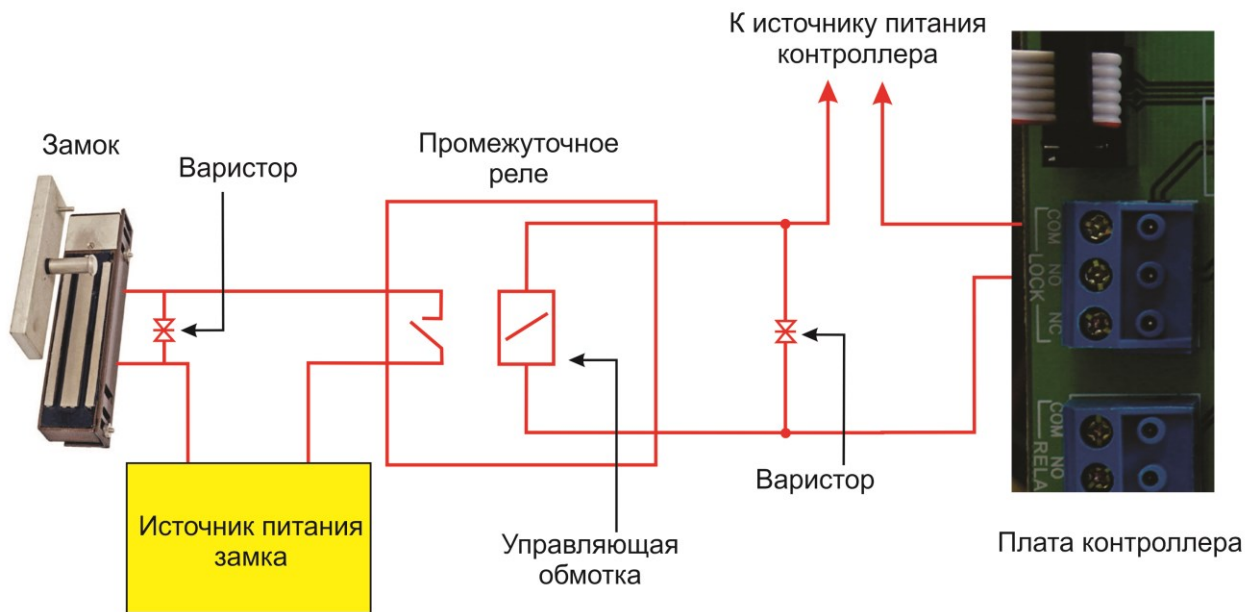

Рисунок 12. Схема подключения замка с большим током потребления
- Установите дополнительное промежуточное реле (рисунок 12).